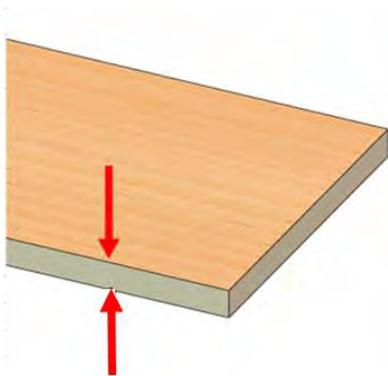

Fig1
- Mesurer l'épaisseur de la pièce (Fig1)